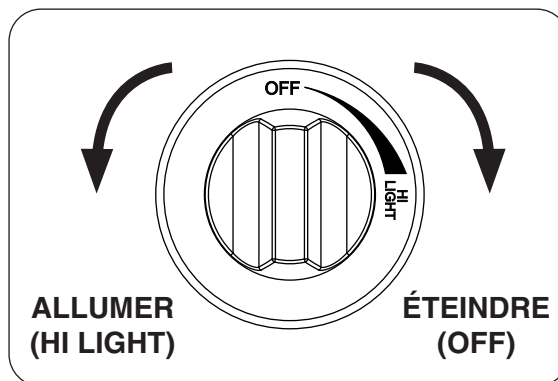

Fig. 52-2
4. **Une fois que le match est en feu et en position**, appuyer sur le bouton de contrôle du gaz et tournez dans le sens antihoraire à la position de **HI LIGHT (allumer)** (voir Fig. 52-2). Votre brûleur devrait s'allumer.
Pour éteindre le brûleur à gaz, appuyer sur le bouton de contrôle du gaz et tournez dans le sens horaire à la position **OFF (éteindre)** (voir Fig. 52-2). Assurez-vous que le bouton de commande est tourné complètement hors tension pour éviter toute fuite de gaz.